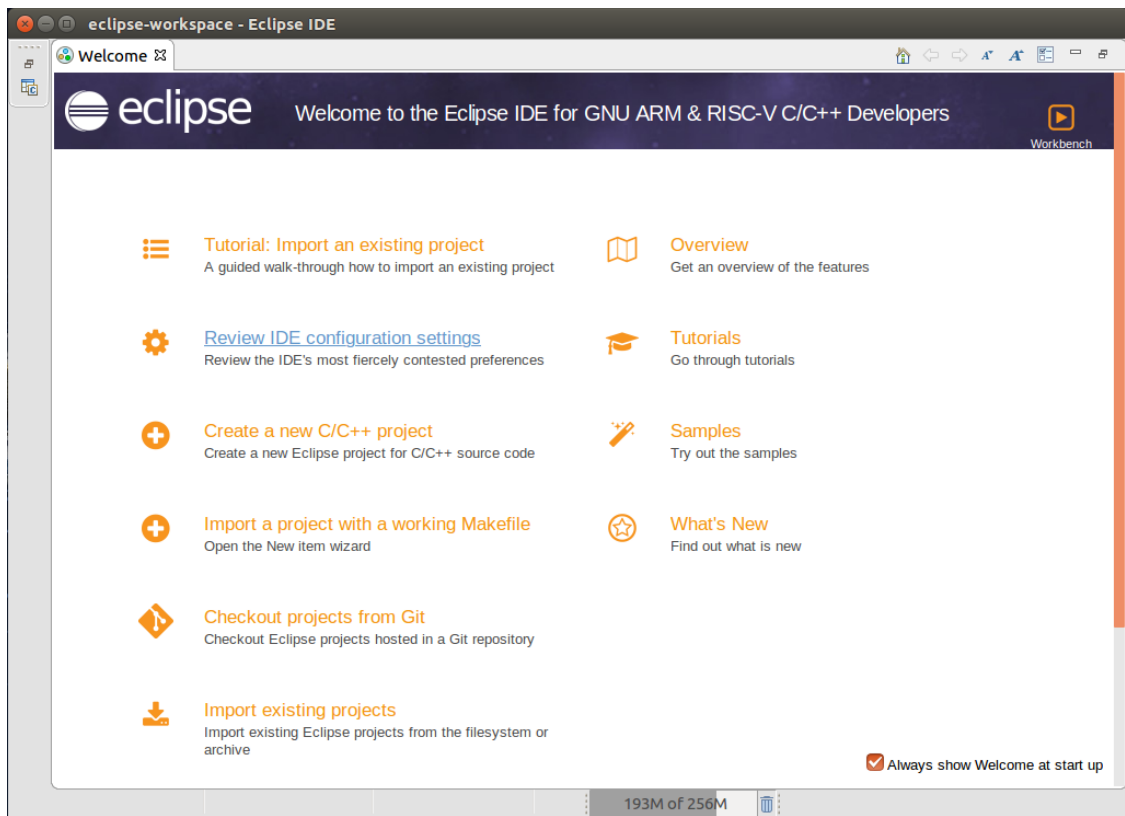

图4.2.4 进入 Eclipse 界面
4. 设置好 Workspace 目录后，单击 Launch，将会启动 Eclipse，进入 Welcome 界面，如图 4.2.4 所示。